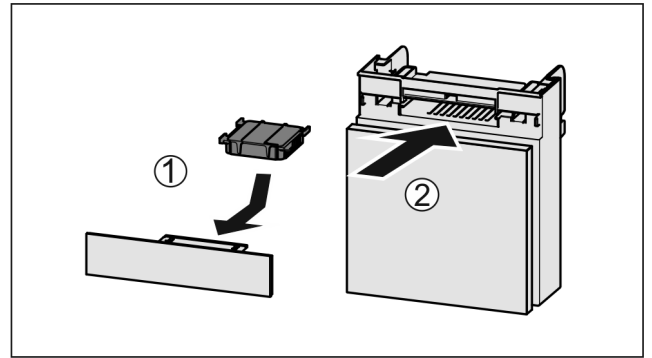

Fig. 141
- ▶ Inserire il vano Fig. 141 (2).